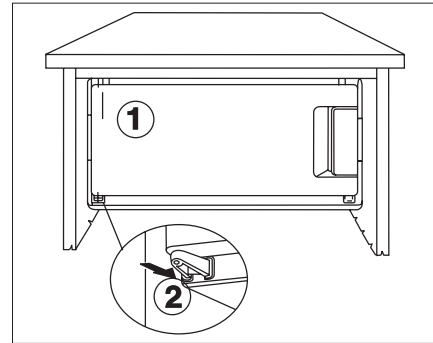

Abb. 8
- Unteren Scharnierträger in Scharnierzapfen einföhren und in das Scharnierloch drücken bis er einrastet. (Bild 8).